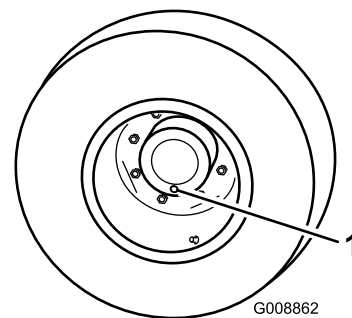

Figura 68
1. Coloque a máquina numa superfície nivelada, posicione uma roda de forma a que um dos tampões de verificação se encontre na sua posição mais baixa (6 horas) (Figura 68).